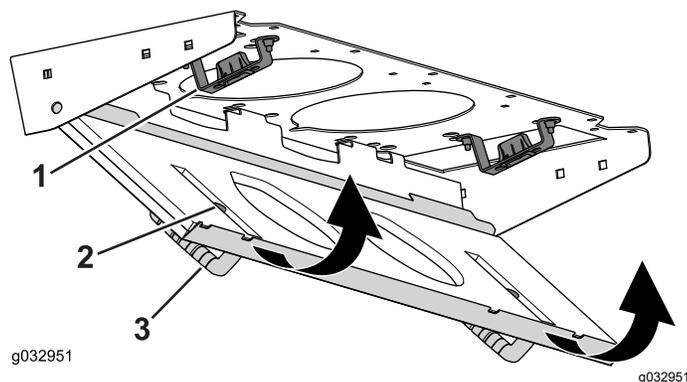

Figura 83
4. Ruotate lo schermo del filtro attorno alle alette, fino a quando il fermo non si blocca nel gruppo di montaggio del fermo (Figura 83).